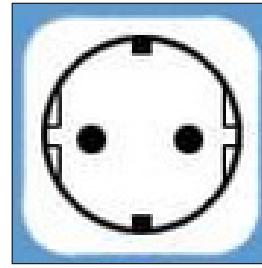

fig. 24 - Tomada Schuko
- é necessária uma tomada de parede Schuko com ligação à terra e proteção separada (fig. 24);